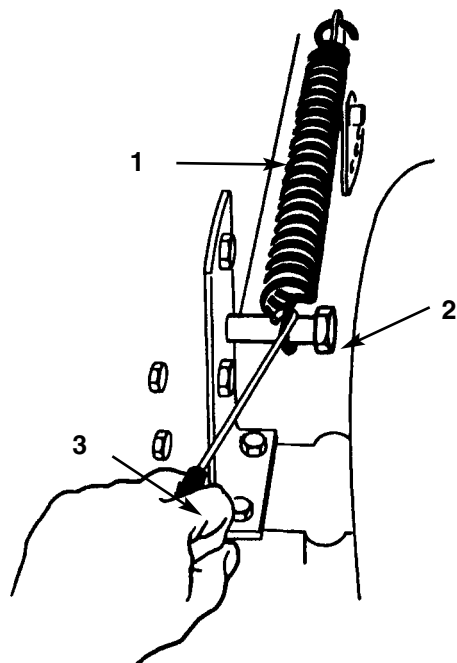

Fig. 38
1. Parkér klipperen vannrett, koble knivkontrollen fra, sett parkeringsbremsen på og dreii tenningsnøkkelen til “OFF” (AV) for å slå motoren av.
4. Ta løftefjæren for klippehøyde av festebolten (fig. 38) ved hjelp av fjærverktøyet som følger med klipperen. Fjæren finner du mellom rammen og høyre bakhjul.
13. Sett hendelen for klippehøyde (paddeløft) i stilling "D". Huk løftefjæren inn på festebolten (fig. 38).
15. Huk fjæren inn på festebolten (fig. 38) ved hjelp av fjærverktøyet som følger med klipperen.